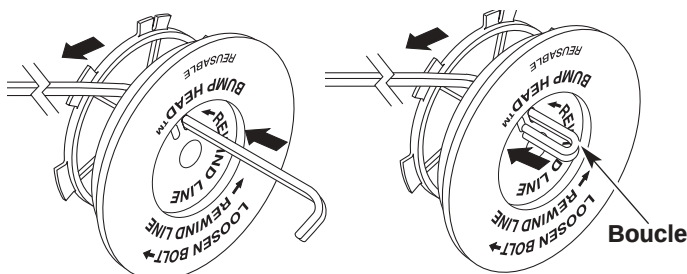

Fig. 30
- Découpez environ 3 m (10 pi) de fil neuf. Insérez une extrémité de fil dans l'un des deux trous du moulinet intérieur (Fig. 30). Tirez le fil jusqu'à ne laisser que 10 cm (4 po) environ.
- Insérez l'extrémité du fil dans le trou ouvert du moulinet et tirez sur le fil pour que la boucle soit le plus petit possible (Fig. 30).